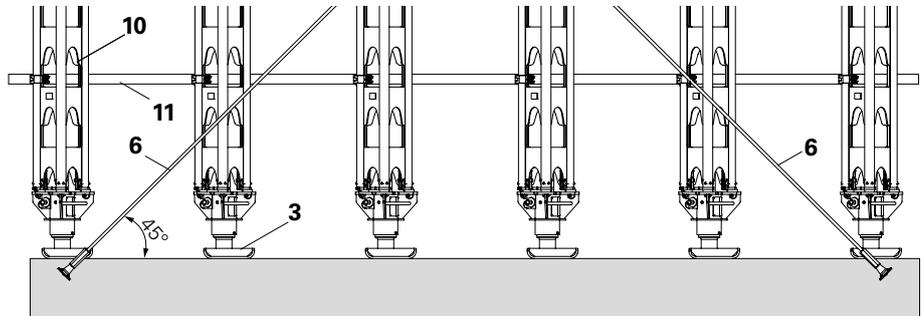

Fig. B2.02
- Les forces des entretoises diagonales (6) doivent être dirigées directement dans les fondations, par exemple via les systèmes d'ancrage des fermes de butonnage PERI.
- Les platines de pied du décintreur HDA (3) doivent s'appuyer sur les fondations sur toute la surface. (Fig. B2.02)